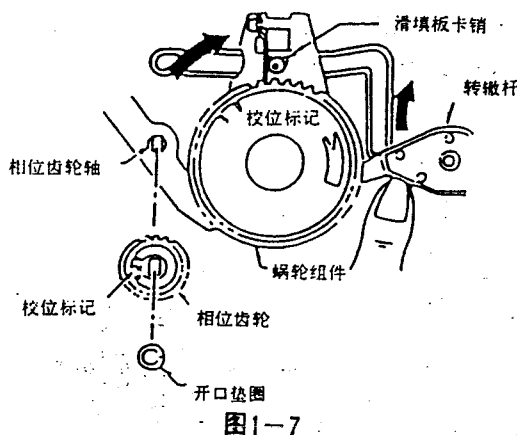
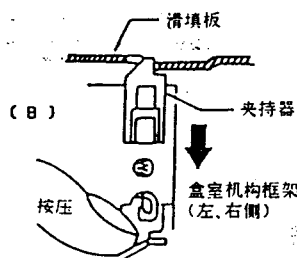

图1-7
图1-8
5. 置带盒滑填板卡销于蜗轮组件正上方处(图1-7)。(带盒滑填板的夹持器于两处被锁扣, 解其锁扣见图1-8所示)。
6. 向上按住转辙杆, 沿由纸向外的方向拉出蜗轮组件即可。(见图1-7)。